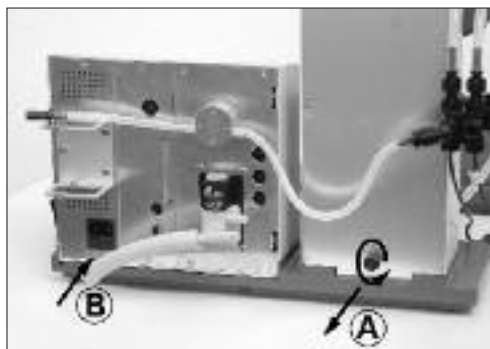

Fig. 4a
**ATTENTION !** Desserrez la sécurité de transport (fig. 4a) !